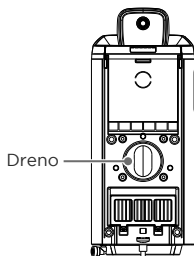
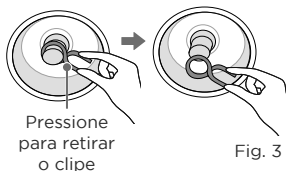
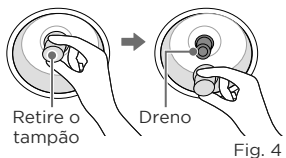

Fig. 2
Fig. 3
Fig. 4
2. Remova o dreno do reservatório de água localizado na parte inferior do purificador (Fig. 2). Acessando o dreno do reservatório, pressione e retire o clip (Fig. 3). Retire então o tampão de silicone e aguarde até parar de sair água (Fig. 4).